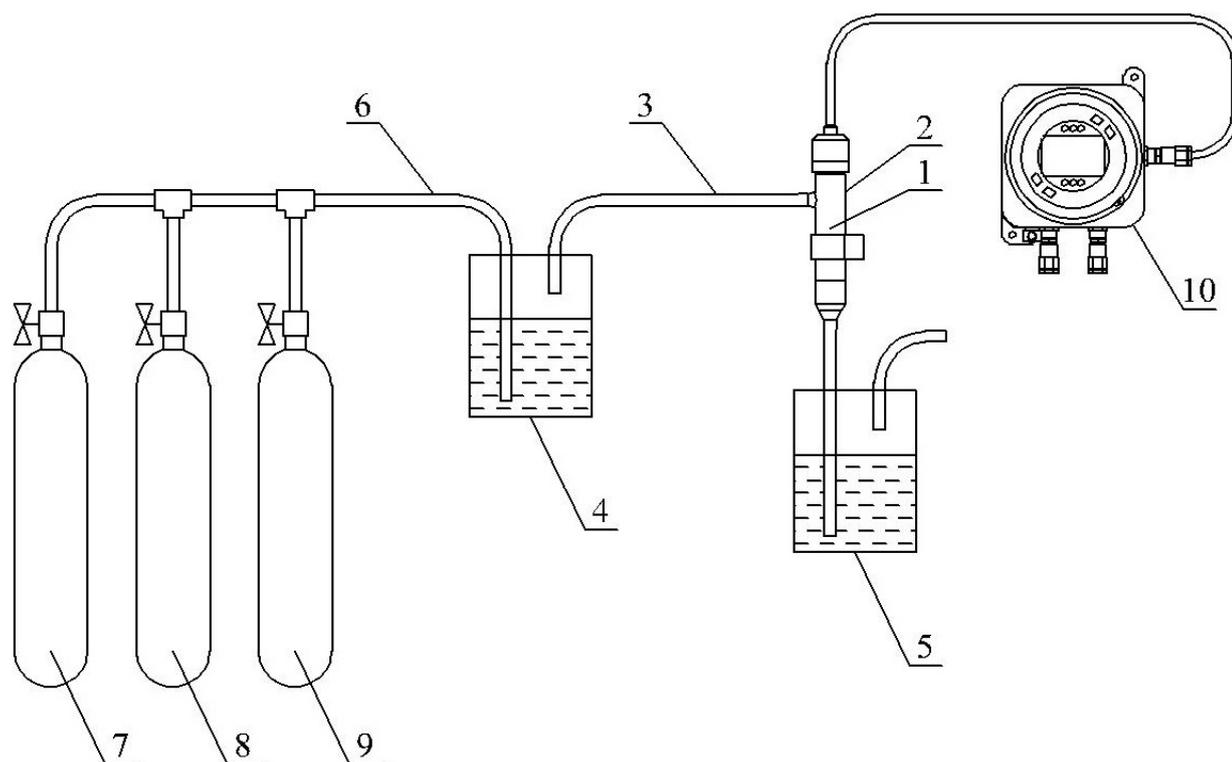

Рис.4.1. Схема установки.
Для проведения испытаний собирают установку показанную на рис. 4.1.
1. Выходную трубку измерительной камеры  $\text{АСрН}_2$  (см. рис. 4.1) отсоединяют от увлажнителя и продувают атмосферным воздухом с помощью побудителя расхода (груша, или миникомпрессор»).
2. С помощью редуктора на одном из баллонов устанавливают расход ПГС равный 5 -10 пузырьков в минуту. После стабилизации показаний  $\text{АСрН}_2$  в воздухе, выходную трубку подсоединяют к увлажнителю фиксируя время достижения 90% показаний от расчетной концентрации  $X_{ij}$ , вычисленной по формуле (1).